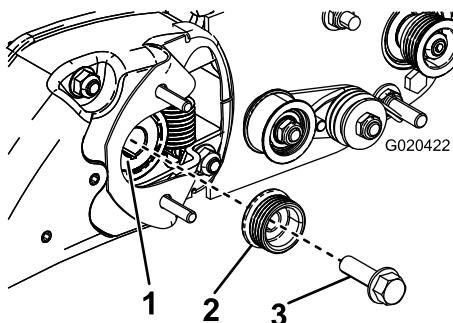

Figura 10
1. Retire o parafuso que fixa polia do rastelo ao eixo da transmissão e elimine-o (Figura 10).
3. Prenda a polia ao eixo da transmissão com um parafuso de cabeça flangeada (3/8 pol. x 2 pol.) (Figura 10). Aperte o parafuso com uma força de 47 a 54 N·m.